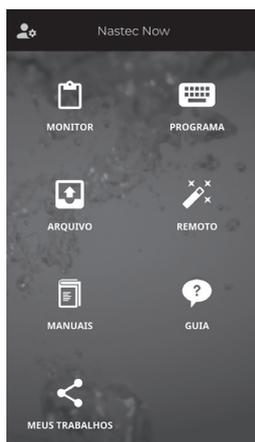

Figura 9 - Menu geral
8. Antes de alterar o *set point* de pressão de trabalho, consulte o item 9 - Guia de Parametrização.
9. Após conferência e alteração dos parâmetros necessários, descritos no item 9, acesse o menu geral e selecione a opção *PROGRAMA*, conforme Figura 9.
7. Após verificado a frequência de referência, acesse o menu geral e selecione o menu *PROGRAMA*, conforme Figura 9.